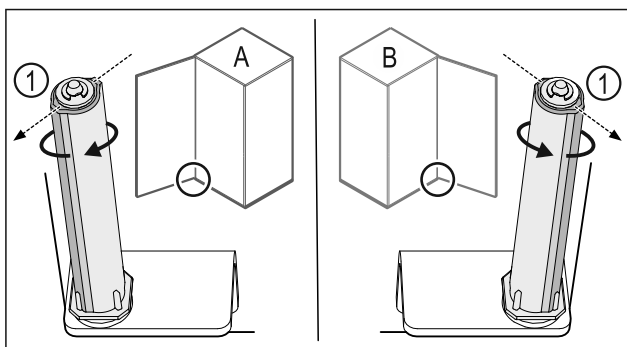

Fig. 32 Battuta a sinistra (A) / battuta a destra (B)
- Ruotare il sistema di chiusura contro la resistenza fino a quando la sporgenza del sistema di chiusura Fig. 32 (1) non è rivolta verso l'esterno.